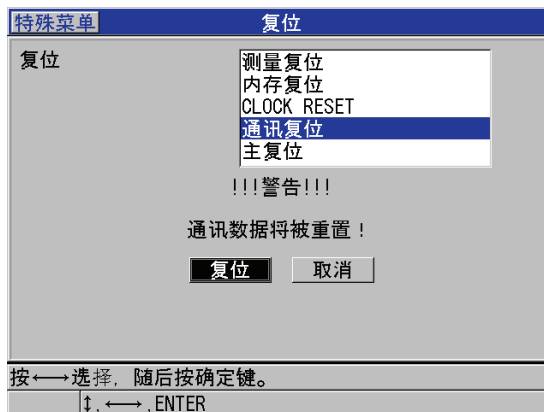

图 14-10 选择通讯复位
3. 在**复位**屏幕中 (参见第 231 页的图 14-10):